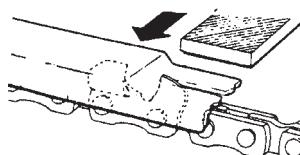

Fig. 40
3) Placer la jauge de contrôle sur le maillon-gouge. Si le limiteur de profondeur dépasse de la jauge, le mettre à niveau par rapport à la partie supérieure de la jauge de contrôle. Toujours limier de l'intérieur de la chaîne vers un maillon-gouge extérieur (Fig. 40).